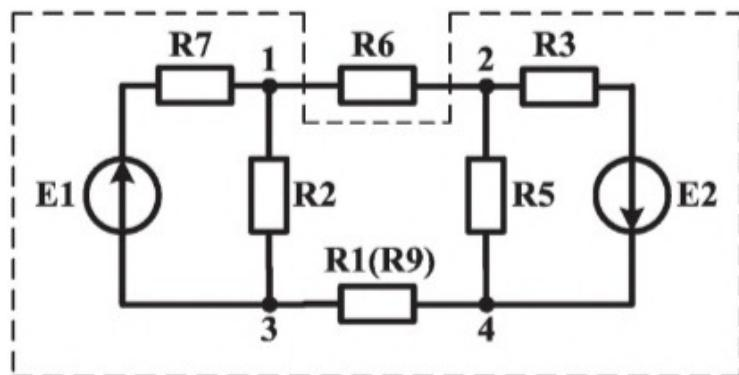
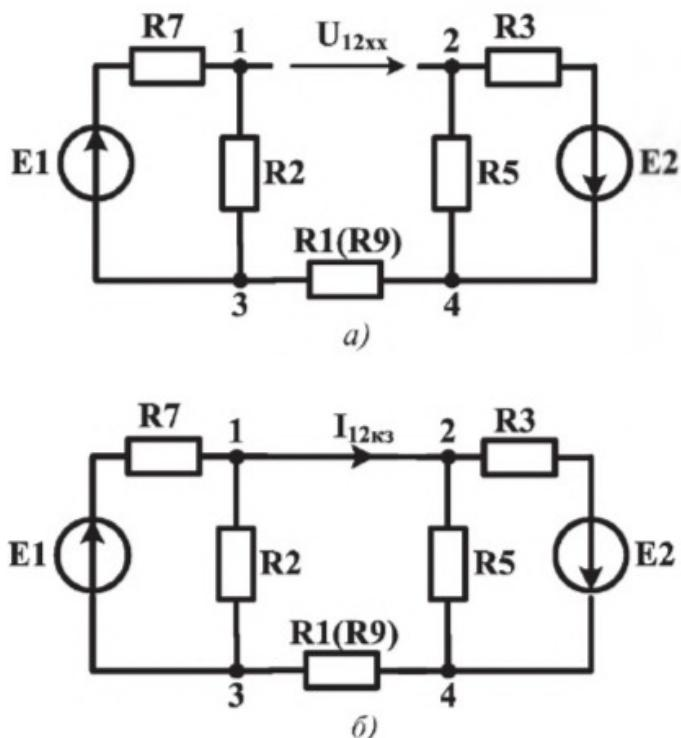

Рис. 12
Рис. 13
- Собрать цепь по схеме рис. 12, установив $E_2 = 10$ В.
4. Заменить выделенную пунктиром часть схемы рис. 12 относительно узлов 1 и 2 эквивалентным источником напряжения с ЭДС $E_{экв}$ и внутренним сопротивлением $R_{экв}$. Для определения $E_{экв}$ и $R_{экв}$:
4.1. исключить резистор R_6 (разомкнуть ветвь) из цепи рис. 12 с резистором R_1 (рис. 13,*a*);
5. Для оценки влияния сопротивления резистора, включенного в цепи между узлами 3 и 4, на параметры эквивалентного источника напряжения заменить в цепи рис. 13, а резистор R_1 на резистор R_9 и повторить п. 4.2 и п. 4.3.
2. Рассчитать теоретически параметры $E_{\text{экв}}$ и $R_{\text{экв}}$ эквивалентного источника напряжения для цепи рис. 13 для двух случаев (включены резисторы R_1 или R_9). Сравнить результаты расчета с результатами эксперимента.